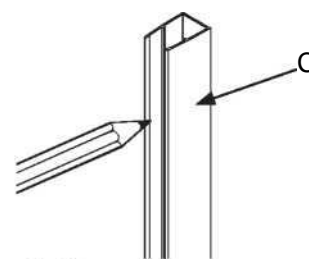

Fig.1.2
Просверлите отверстие соответствующей поверхности стены дрелью диаметром 6 мм. Закрепите дюбелями (J). (См рис.1.2)